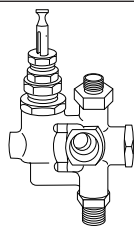

Figure 6 - Position Déchargée
1. Utiliser ce modèle sur un circuit nominal de 120 volts. La fiche de mise à la terre ressemble celle illustrée dans la Fig. 6. S'assurer que le modèle soit branché dans une prise de courant ayant la même configuration que la fiche. Ce produit doit être mis à la terre. Dans le cas de court-circuit électrique, la mise à la terre réduit le risque de secousse électrique en fournissant un fil d'échappement pour le courant électrique. Ce modèle est équipé d'un cordon ayant un fil de terre avec une fiche de mise à la terre appropriée (Voir Fig. 2). La fiche doit être branchée dans une prise de courant bien installée et mise à la terre en accordance aux codes et ordonnances locaux.
4. Mettre le levier de décharge manuel dans une position verticale pour permettre que la pompe du compresseur fonctionne sans comprimer de l'air (Voir Figure 6).